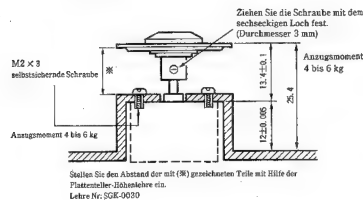

Abb. 8
- 2) Nach dem Einbau des Ersatzplattentellers (Metall) müssen Sie den Abstand einstellen (Abb. 8). Wenden Sie hierbei keine zu große Gewalt an der Welle des DC Motors (D2) an.